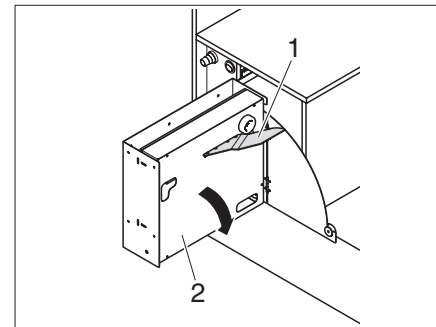

Fig. 76 Rabattre le réchaud à gaz vers le bas
- ▶ Ouvrir la tôle d'appui (Fig. 76,1) et pivoter le réchaud à gaz (Fig. 76,2) vers le bas.